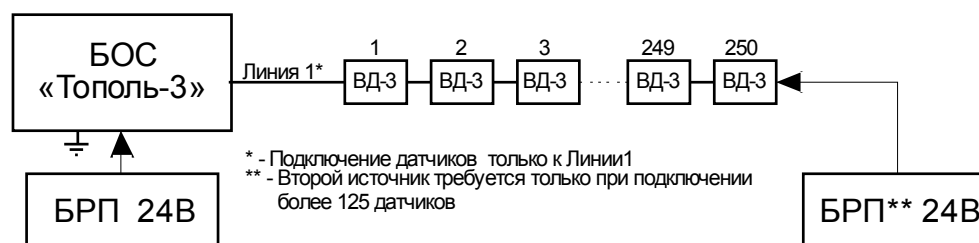

Рисунок 3.1. Одно фланговая схема подключения датчиков
1. **Одно фланговая** схема. Датчики подключаются к блоку обработки по одной линии связи. При этом потери в цепи питания должны быть скомпенсированы дополнительной линией питания большего сечения и периодического соединения ее с линией датчиков (рисунок 3.1), или разделением линии питания на два отрезка, первый питается от блока обработки, а для питания второго, начиная со 126 датчика, используется дополнительный источник питания (рисунок 3.2). Линия связи последовательно проходит через все датчики. Количество датчиков в кольцевой линии не должно превышать 250.